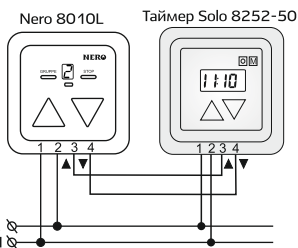
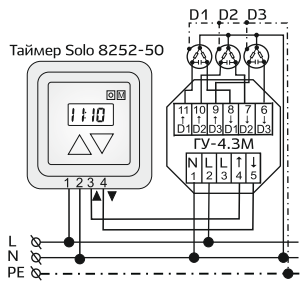

Рис. 3 — Схема подключения для линейки Nero
Рис. 4 — Схема подключения для ГУ-4.3М
- подключение к другим проводным устройствам автоматики в качестве пульта или таймера: управление осуществляется посредством подачи питающего напряжения ~230 В (рис. 3 и рис. 4);